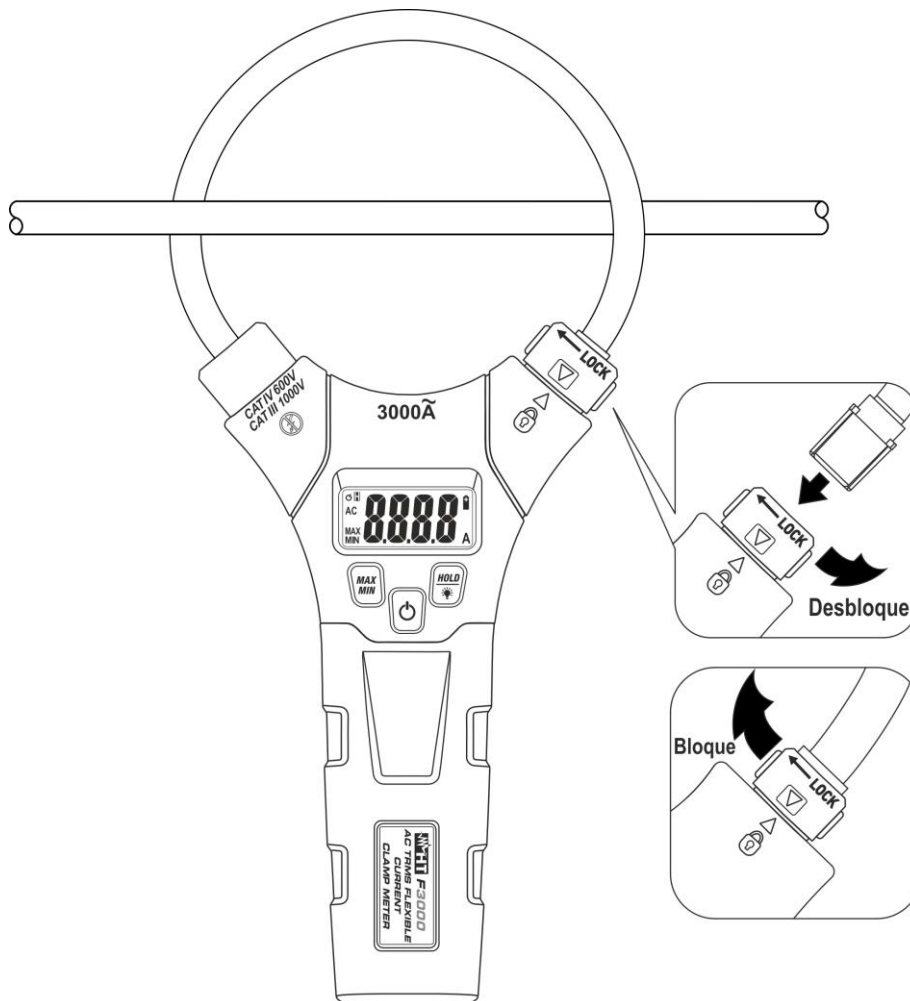

Fig. 2: Apertura/cierre del toroidal flexible
- Para obtener las características de precisión declaradas posicione siempre el conductor lo más centrado posible con respecto al centro del toroidal (vea la Fig. 2)
1. Gire un cuarto de vuelta en sentido antihorario el conector de fijación para desbloquear el toroidal (vea la Fig. 2)
3. Inserte el toroidal en el conector de fijación y gire el conector un cuarto de vuelta en sentido horario hasta alinear las dos flechas presentes en el plástico para bloquear el toroidal (vea la Fig. 2)